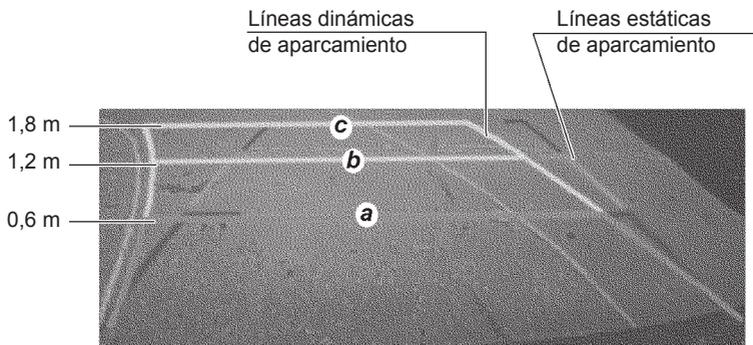

Fig. 3.17. Líneas estáticas y dinámicas de aparcamiento:
Sistema de asistencia durante el aparcamiento (fig. 3.17)
La cámara retrovisora está integrada a la cubierta del faro de iluminación de la matrícula y ha sido diseñada para ayudar al conductor durante la marcha atrás, además permite recibir información sobre la situación en la carretera detrás del vehículo, con la ayuda de imágenes en la pantalla. La cámara retrovisora muestra en la pantalla multimedia del sistema las líneas direccionales estáticas (corredor de marcha del vehículo) y dinámicas (dependiendo del ángulo de giro del volante) de aparcamiento y la vista detrás del vehículo, fig. 3.17.
Línea de distancia (roja) fig.3.17.
- el tablero de instrumentos (TI). Muestra el estado actual de las funciones del Control de crucero y del Limitador de velocidad;
- bloque de teclas de dirección (fig. 3.17). Se utiliza para controlar las funciones del Control de crucero y del Limitador de velocidad;